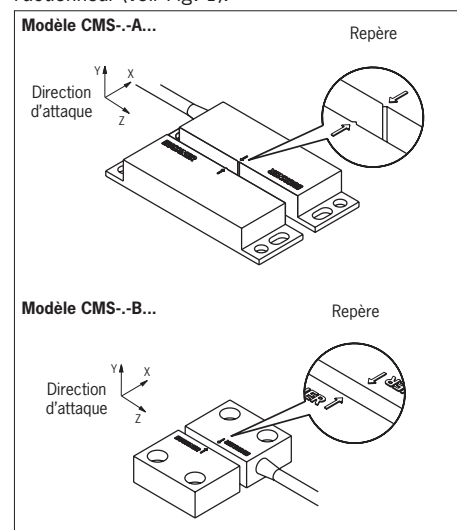

Fig. 1 : Alignement tête de lecture et actionneur
La position de montage de la tête de lecture et de l'actionneur est à définir selon votre choix. Respecter l'alignement de la tête de lecture par rapport à l'actionneur (voir Fig. 1).
- les faces actives de la tête de lecture et de l'actionneur soient placées face à face et coïncident lorsque le protecteur est fermé (voir Fig. 1)
- En cas de vitesse d'attaque faible entre la tête de lecture et l'actionneur, la direction d'attaque **Z** (voir Fig. 1) doit être évitée.